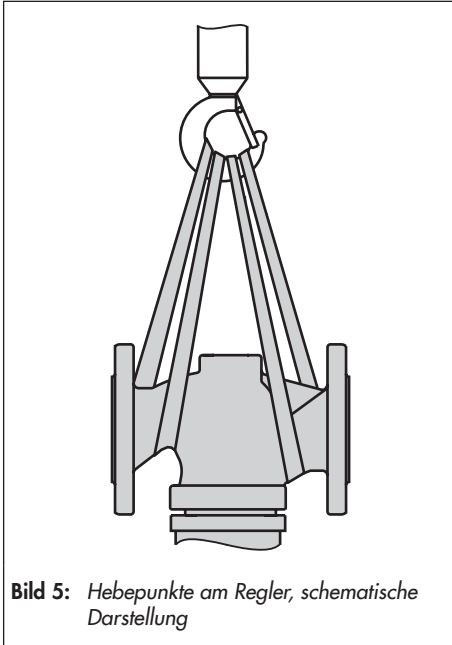

Bild 5: Hebepunkte am Regler, schematische Darstellung
1. Je eine Hebeschlinge am Gehäuseflansch und am Tragmittel (z. B. Haken) des Krans oder Gabelstaplers anschlagen, vgl. Bild 5.
SAMSON empfiehlt, als Tragmittel einen Haken mit Sicherheitsverschluss zu verwenden (vgl. Bild 5). Der Sicherheitsverschluss verhindert, dass die Anschlagmittel beim Heben und Transportieren vom Haken rutschen.